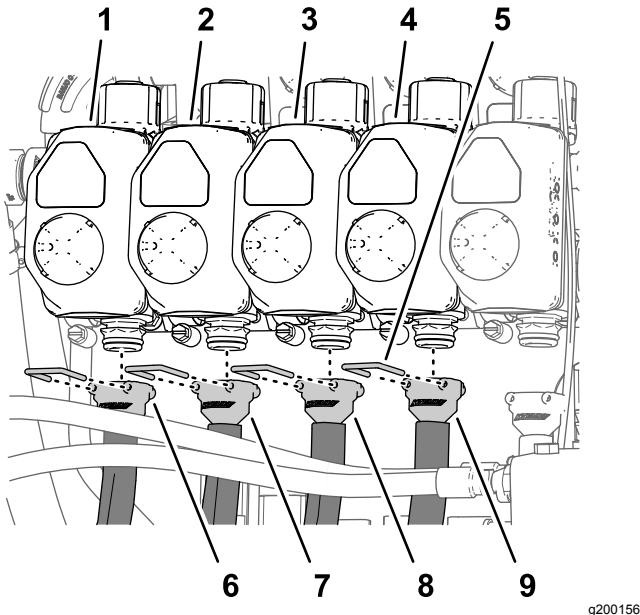
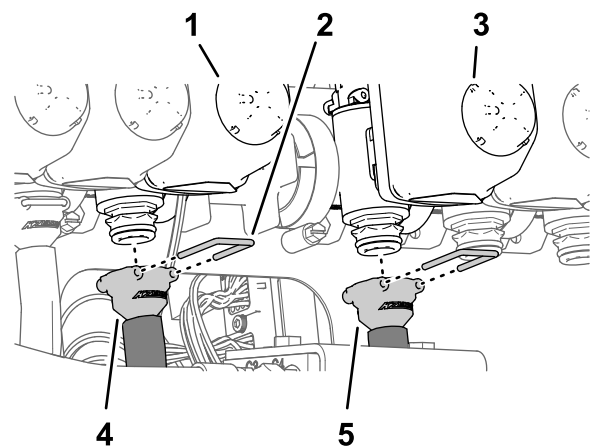
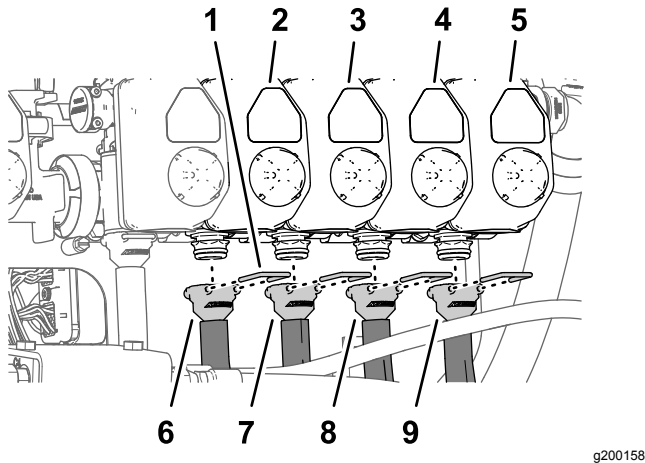

Bild 125
Bild 126
Bild 127
Hinweis: Informationen zu den Düsenventilstellungen finden Sie in Bild 125 in Montieren der Schläuche an den Düsenventilen 1 bis 4 \(Seite 62\), Bild 126 in Montieren der Schläuche an den Düsenventilen 5 bis 6 \(Seite 62\) und Bild 127 in Montieren der Schläuche an den Düsenventilen 7 bis 10 \(Seite 63\).
1. Befestigen Sie das gerade gezahnte Anschlussstück des Zulaufschlauchs (279 cm) an der Kupplung des Düsenventils 1 (Bild 125).
2. Befestigen Sie das gerade Anschlussstück mit einem Halter an der Kupplung (Bild 125).
3. Befestigen Sie das gerade gezahnte Anschlussstück des Zulaufschlauchs (234 cm) an der Kupplung des Düsenventils 2 (Bild 125).
4. Befestigen Sie das gerade Anschlussstück mit einem Halter an der Kupplung (Bild 125).
5. Befestigen Sie das gerade gezahnte Anschlussstück des Zulaufschlauchs (188 cm) an der Kupplung des Düsenventils 3 (Bild 125).
6. Befestigen Sie das gerade Anschlussstück mit einem Halter an der Kupplung (Bild 125).
7. Befestigen Sie das gerade gezahnte Anschlussstück des Zulaufschlauchs (188 cm) an der Kupplung des Düsenventils 4 (Bild 125).
8. Befestigen Sie das gerade Anschlussstück mit einem Halter an der Kupplung (Bild 125).
1. Befestigen Sie das gerade gezahnte Anschlussstück des Zulaufschlauchs (81 cm) an der Kupplung des Düsenventils 5 (Bild 126).
2. Befestigen Sie das gerade Anschlussstück mit einem Halter an der Kupplung (Bild 126).
3. Befestigen Sie das gerade gezahnte Anschlussstück des Zulaufschlauchs (81 cm) an der Kupplung des Düsenventils 6 (Bild 126).
4. Befestigen Sie das gerade Anschlussstück mit einem Halter an der Kupplung (Bild 126).
1. Befestigen Sie das gerade gezahnte Anschlussstück des Zulaufschlauchs (188 cm) an der Kupplung des Düsenventils 7 (Bild 127).
2. Befestigen Sie das gerade Anschlussstück mit einem Halter an der Kupplung (Bild 127).
3. Befestigen Sie das gerade gezahnte Anschlussstück des Zulaufschlauchs (188 cm) an der Kupplung des Düsenventils 8 (Bild 127).
4. Befestigen Sie das gerade Anschlussstück mit einem Halter an der Kupplung (Bild 127).
5. Befestigen Sie das gerade gezahnte Anschlussstück des Zulaufschlauchs (234 cm) an der Kupplung des Düsenventils 9 (Bild 127).
6. Befestigen Sie das gerade Anschlussstück mit einem Halter an der Kupplung (Bild 127).
7. Befestigen Sie das gerade gezahnte Anschlussstück des Zulaufschlauchs (279 cm) an der Kupplung des Düsenventils 10 (Bild 127).
8. Befestigen Sie das gerade Anschlussstück mit einem Halter an der Kupplung (Bild 127).